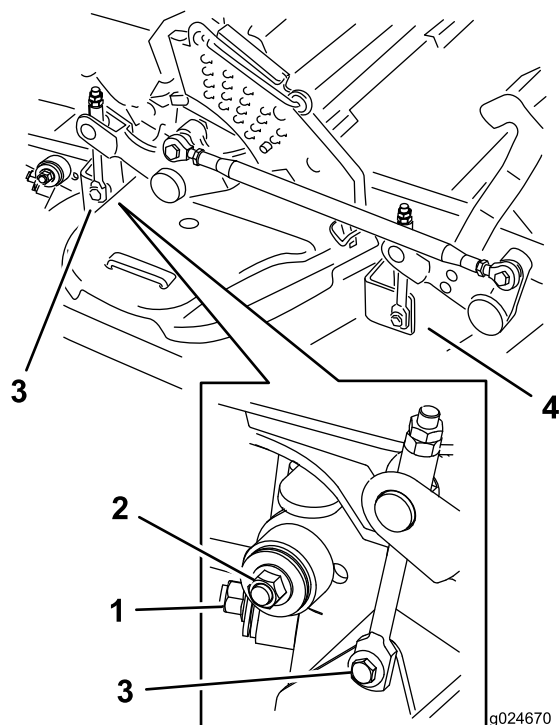

Figura 99
7. Rimuovete e conservate la bulloneria su ambo i lati del piatto di taglio come mostrato in (Figura 99).